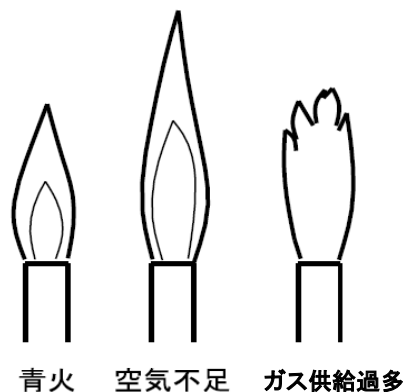

図 9-3
2) 炎の点検・空気調整 (図 9-3)
- ・ 炎が正常な状態であることを確認します。(図 9-3)